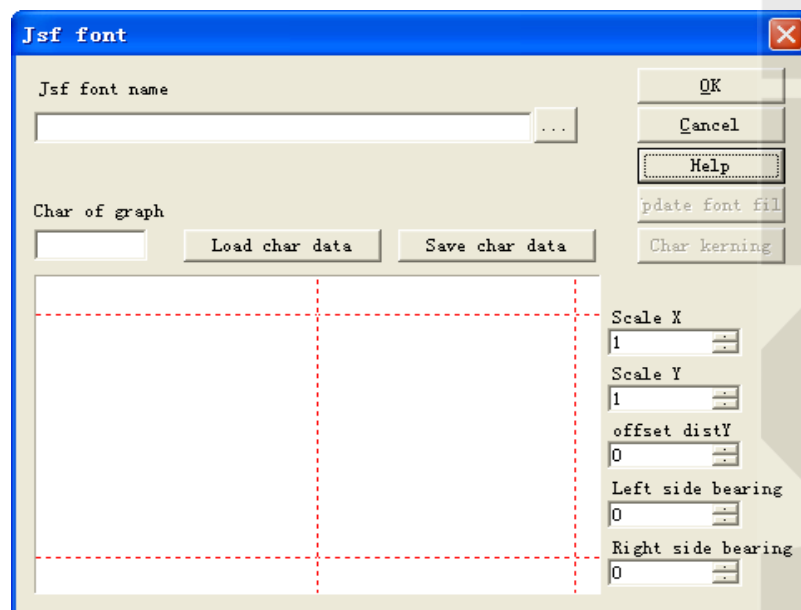
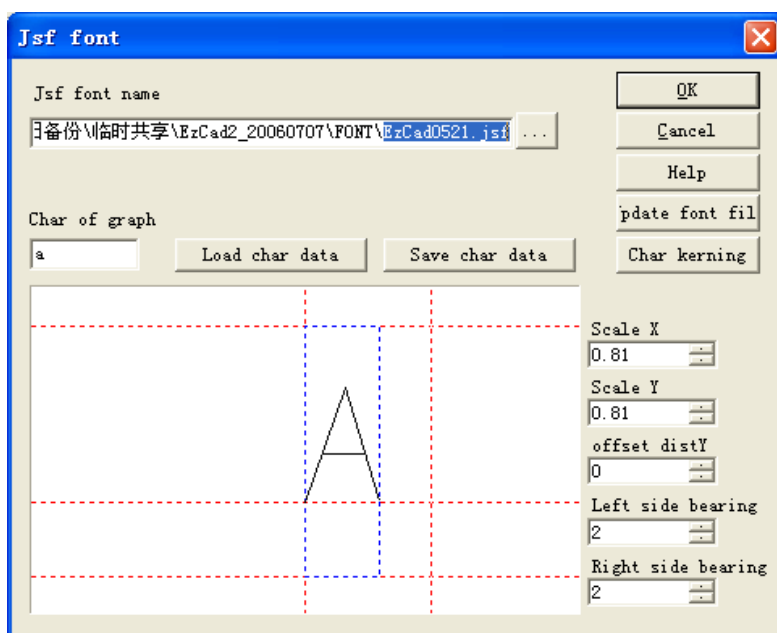

Рис. 5-17. Шрифт JSF.
Рис. 5-23. Сохранение.
При выборе опции «JSF font» (шрифт JSF) система развернет окно диалога, показанное на Рис. 5-17.
На Рис. 5-17 показаны две неактивные функциональные клавиши «Update font file» (обновить файл шрифта) и «Char kerning» (кернинг символов). Далее требуется выбрать название библиотеки шрифтов jsf, функциональная кнопка  находится справа от окна
Нажмите «Modify» (модификация) «JSF Fonts (шрифты JSF)», появится окно диалога, показанное на Рис. 5-17. Нажмите кнопку:  и найдите каталог шрифтов программы «Metal Marker» в окне, введите «EZCAD0521», щелкните кнопкой для отображения следующего окна диалога, Рис. 5-23 .
соответствующие позиции символа «а», Рис. 5-23:
1. Нажмите «JSF fonts» (шрифты JSF) в меню «Modify» (модификация), появится окно диалога шрифтов JSF, показанное на Рис. 5-17 -> Нажмите кнопку: , откроется диалог поиска пути к файлу: «Metal Marker\font» -> Введите «EZCAD0521» -> Щелкните кнопкой.